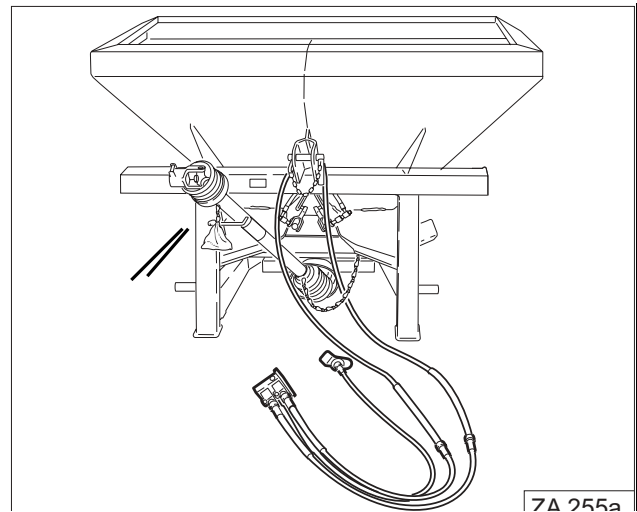

Fig. 59
- De bestaande kogelkranen van de hydraulische slangen (Fig. 59/1) demonteren.
- Hydraulische slangen (Fig. 59/2) van de tweeweg eenheid op de slangen (Fig. 59/1) aansluiten.
- Beschermkap (Fig. 59/3) op de aansluitleiding bevestigen.